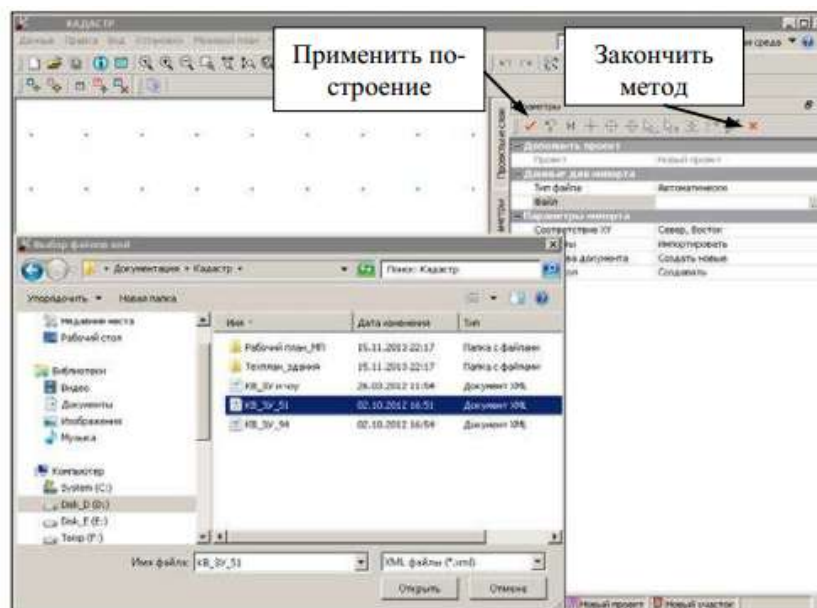

Рисунок 28– Окно параметров
- В окне параметров (рис. 28) в строке **Тип файла** по умолчанию установлено *Автоматически* (программа автоматически распознает тип файла и его версию).
- После ввода всех настроек нажмите кнопку **Применить построение**  на локальной панели инструментов (рис. 28).
- Закройте окно параметров, нажав на кнопку **Закончить метод**  (рис. 28)